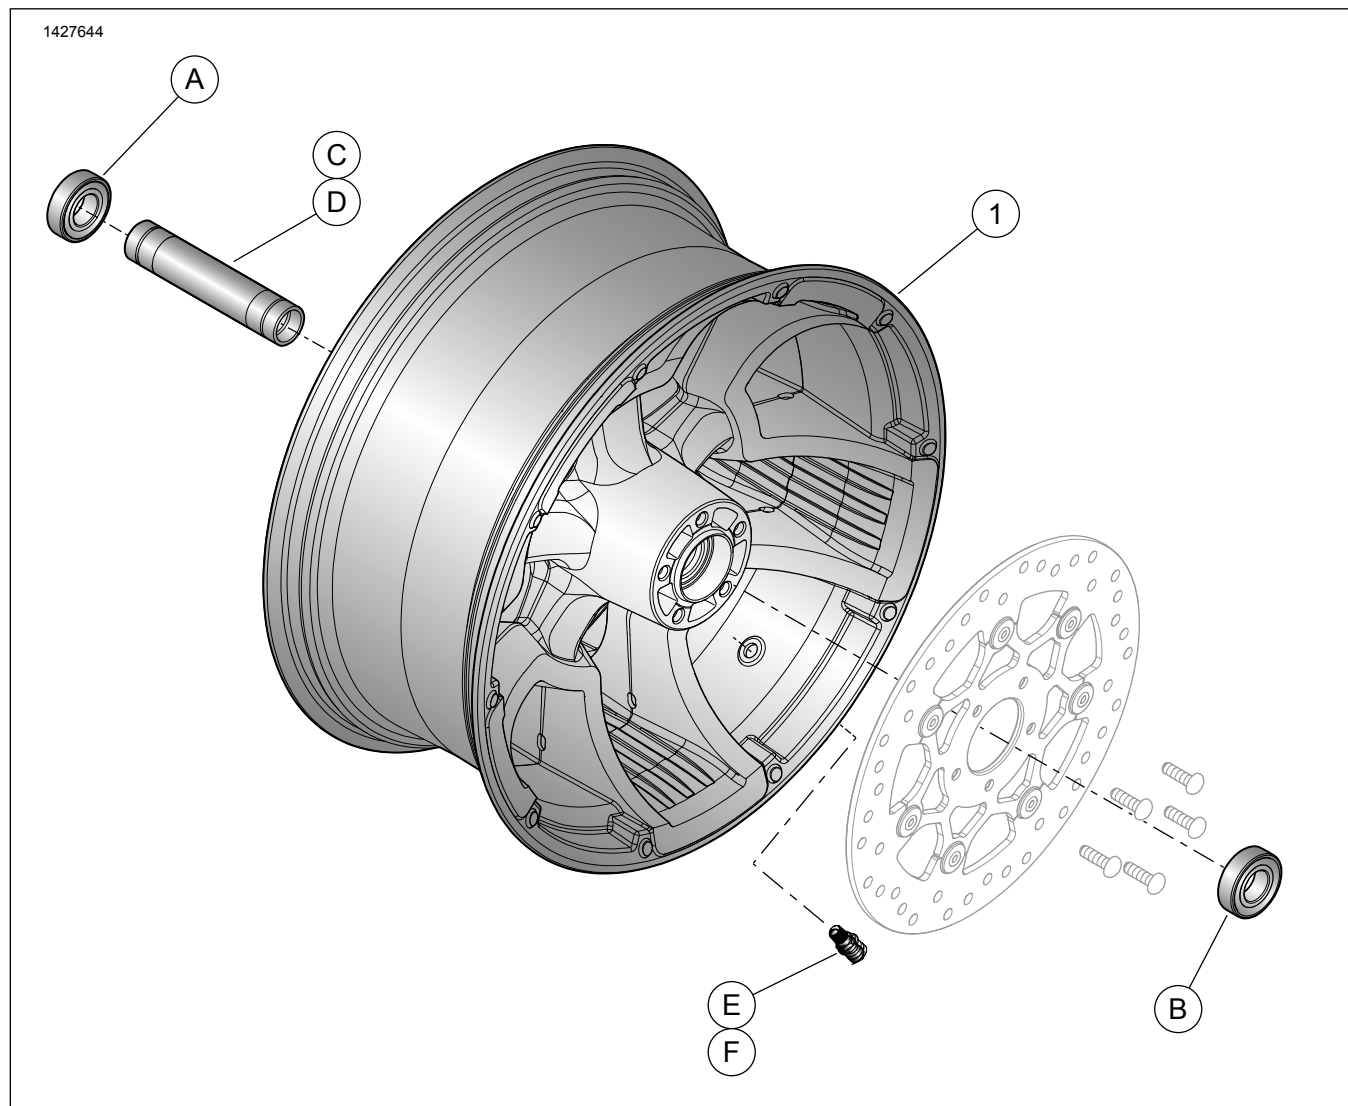

Figura 1. Parti di ricambio: Ruote posteriori (viene mostrata la ruota da 16 pollici)
Vedere Figura 1 e Tabella 3.
2. Figura 1 Installare il gruppo dello stelo della valvola sulla ruota. Vedere la sezione PNEUMATICI nel manuale di manutenzione.
5. Installare la ruota posteriore (1), l'asse e i distanziali di serie sulla motocicletta. Vedere la sezione RUOTA POSTERIORE nel manuale di manutenzione.